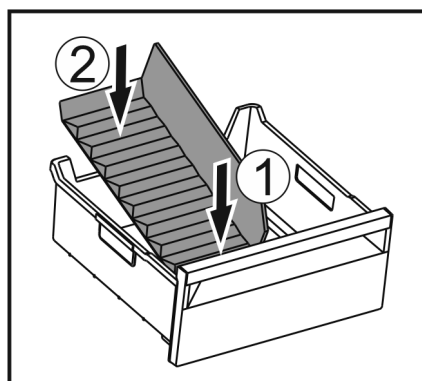

Fig. 145
- ▶ 装入冰格分隔器前部。 Fig. 145 (1)
- ▶ 将冰格分隔器后部放低至抽屉底板。 Fig. 145 (2)